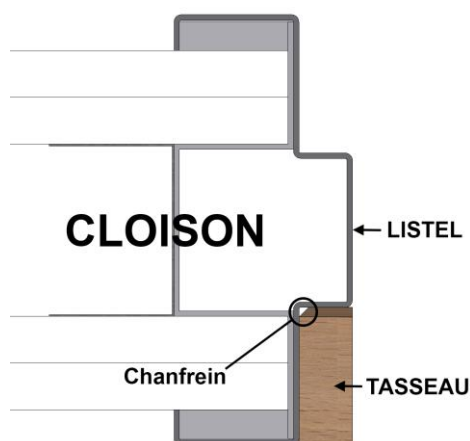

Figure 1
- **Tasseau dans feuillure/contre feuillure :** Retirer le film adhésif du double-face et positionner le tasseau d'habillage de manière à avoir le chanfrein en fond de feuillure (voir **figure 1** à la page 9)
- **Tasseau dans feuillure/contre feuillure :** Retirer le film adhésif du double face et insérer le tasseau d'habillage entre les deux autres tasseaux déjà en place sur les montants, côté double face contre le listel de la traverse de l'huissérie existante (voir **figure 1** à la page 9)
\*(voir Figures 1,2 & 3 à la page 9)